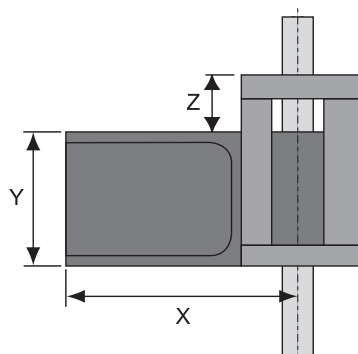

Fig. 3-12 Dimensiones del bloque de aislamiento
a) Consulte Fig. 3-12, 3-44
a) Consulte Fig. 3-12, Fig. 3-44